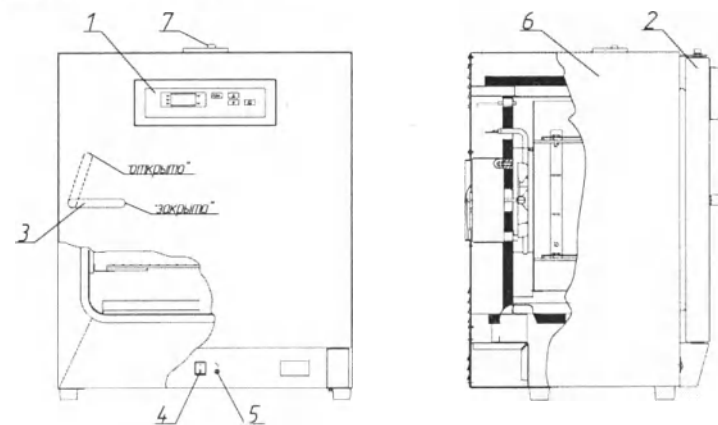
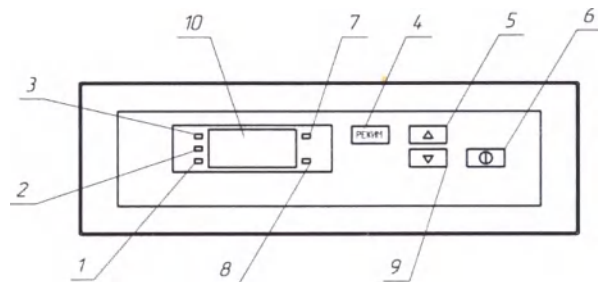

Рисунок 1. Общий вид.
Рисунок 2. Блок управления.
Установить выключатель (поз. 4, рис. 1) в положение "I". На блоке управления загорится индикатор (поз. 7, рис. 2), информационное табло (поз. 10, рис. 2) отображает текущую температуру в стерилизационной камере.
Для выбора режима стерилизации нажать на поле "РЕЖИМ" (поз. 4, рис. 2) и выбрать нужный, путем нажатия на одно из полей "Δ", "▽" (поз. 5, 9, рис. 2).
Для запуска выбранного режима кратковременно (не более 2 сек) нажать на поле "ⓘ" (поз. 6, рис. 2). Стерилизатор перейдет в фазу «НАГРЕВ», начнет мигать индикатор "НАГРЕВ"/"ВЫДЕРЖКА" (поз. 3, рис. 2). Информационное табло индицирует изменение температуры в камере. Происходит нагрев до установленного значения температуры.
В фазе «ОХЛАЖДЕНИЕ» индикатор продолжает показывать изменение температуры в камере и горит индикатор "ОХЛАЖДЕНИЕ" (поз. 2, рис. 2). Температура в камере падает. При понижении температуры до 75°C гаснет индикатор "ОХЛАЖДЕНИЕ", загорается индикатор "ВЫГРУЗКА" (поз. 1, рис. 2) и звучит прерывистый звуковой сигнал, который выключается через 1 минуту.
2.3.2 Установить выключатель (поз. 4, рис. 1) в положение " I ". На блоке управления загорится индикатор (поз. 7, рис. 2), информационное табло (поз.10, рис. 2) показывает текущую температуру в стерилизационной камере.
2.3.3 В алгоритм работы стерилизаторов, заложена возможность автоматического запуска прерванного (в результате кратковременного пропадания питающего напряжения) цикла. Если после включения произошел автоматический запуск цикла, то для его остановки необходимо нажать на поле "ⓘ" (поз. 6, рис. 2) и удерживать его в течение 3 секунд.
2.3.4 Для выбора режима стерилизации необходимо нажать на поле "РЕЖИМ" (поз. 4, рис. 2) (на информационном табло попеременно отображаются установленная температура и время выдержки) и выбрать требуемый, путем нажатия на одно из полей "Δ" или "∇" (поз. 5, 9, рис. 2). Для выбора доступны четыре предустановленных заводом-изготовителем режима работы, соответствующие требованиям ГОСТ 22649-83 (таблица 3). Запуск цикла осуществляется коротким (не более 2 сек) нажатием поля "ⓘ".
2.3.5 Стерилизатор запоминает в энергонезависимой памяти последний запущенный режим. Для его повторного запуска можно сразу нажать на поле "ⓘ" (поз. 6, рис. 2), не производя выбор вновь.
После перехода в состояние редактирования режима начнет мигать индикатор температуры (поз. 7, рис. 2). Нажатием на поля «Δ» и «∇» установите нужное значение температуры.
После установки требуемой температуры, для перехода к заданию времени выдержки, необходимо удерживать нажатым поле «РЕЖИМ» в течении 3-х секунд. Начнет мигать индикатор времени (поз. 8, рис. 2). Нажатием на поля «Δ» и «∇» установите нужное значение времени выдержки.
2.3.8 При достижении заданной температуры стерилизатор переходит в фазу «ВЫДЕРЖКА». Включается светодиодный индикатор "ВЫДЕРЖКА" (поз. 3, рис. 2). Информационное табло попеременно индицирует время выдержки и текущую
2.3.9 В фазе «ОХЛАЖДЕНИЕ» индикатор продолжает показывать изменение температуры в камере и горит индикатор "ОХЛАЖДЕНИЕ" (поз. 2, рис. 2). Температура в камере падает.
2.3.10 При понижении температуры до 75 °C гаснет индикатор "ОХЛАЖДЕНИЕ", загорается индикатор "ВЫГРУЗКА" (поз. 1, рис. 2) и звучит прерывистый звуковой сигнал (в течении 1 минуты), после чего можно открыть дверь и произвести выгрузку.
2.3.11 По окончании работы установить сетевой выключатель в положение "О" (поз. 4, рис. 1).